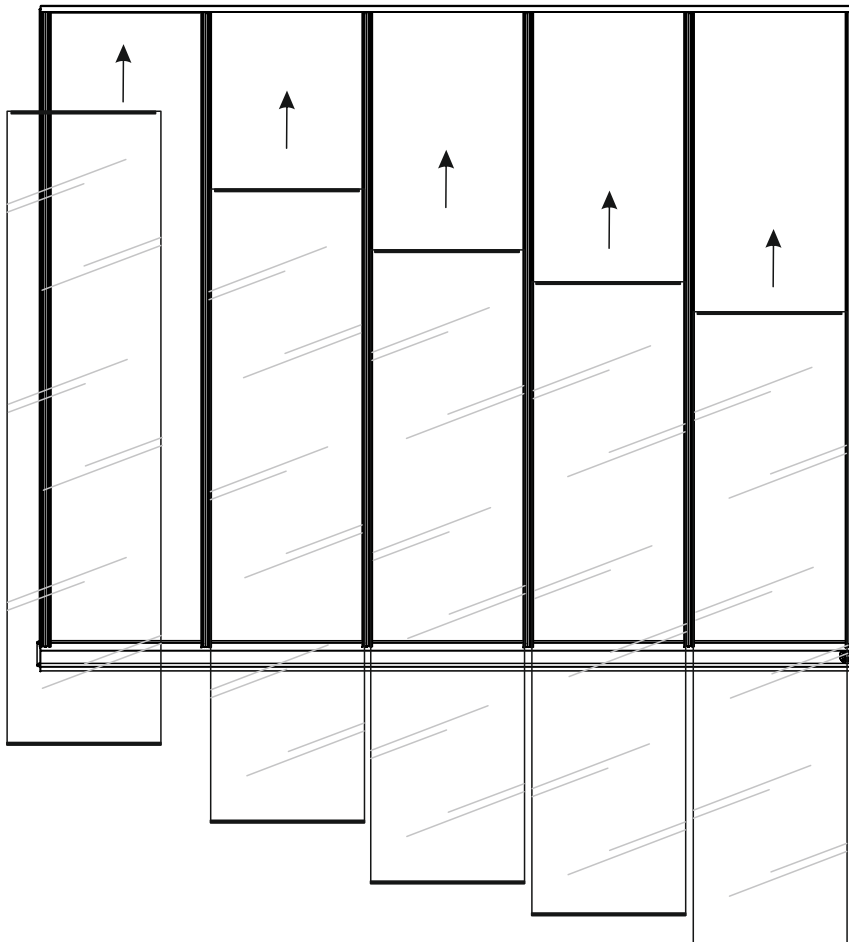

Abb. 1
1. Beginnen Sie mit den Dachplatten an einer Außenseite. Beachten Sie dabei, dass die Seite mit der Klickleiste KL-A935 an der Wandprofilseite anliegt und die Seite der Platte mit der Klickleiste KL-A980 an den Rinnenprofil anliegt. Siehe Abb. 1.